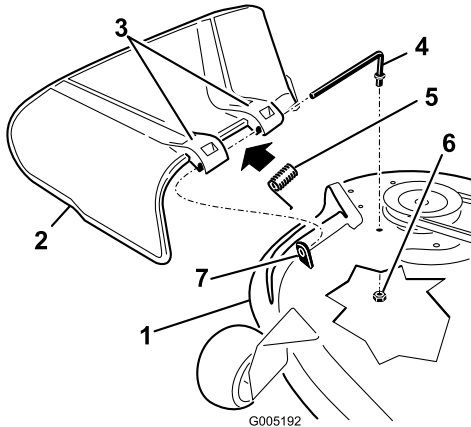

Figure 55
1. Repérez les éléments illustrés (Figure 55).
2. Retirez l'écrou (3/8 pouce) de la tige, sous le tablier de coupe (Figure 55).
3. Sortez la tige de la courte cheville de positionnement, de la rondelle-frein intérieure, du ressort et du déflecteur d'herbe (Figure 55). Enlevez le déflecteur s'il est endommagé ou usé.
4. Reposez le déflecteur d'herbe et la rondelle-frein intérieure (Figure 55).
6. Placez le ressort sur la tige, les fils d'extrémité dirigés vers le bas, entre les supports du déflecteur d'herbe. Insérez la tige dans le deuxième support du déflecteur d'herbe et la rondelle-frein intérieure (Figure 55).
7. Insérez la tige à l'avant du déflecteur dans la courte cheville de positionnement sur le plateau. Fixez l'extrémité arrière de la tige dans le tablier de coupe à l'aide d'un écrou (3/8 pouce) (Figure 55).